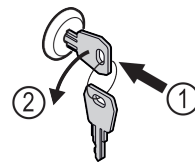

Fig. 170
- ▶ Sleutel erin duwen. Fig. 170 (1)
- ▶ Sleutel 90° linksom draaien. Fig. 170 (2)